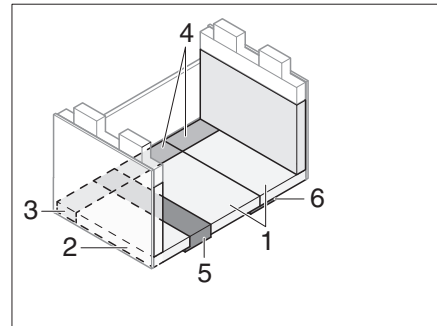

Fig. 198 Après la transformation
- Placer les coussins d'assise, de dossier et supplémentaire comme montré dans Fig. 198.
- ▷ Pour augmenter le confort de couchage, il est possible de retirer l'élément supplémentaire du coussin de dossier (Fig. 198,2).